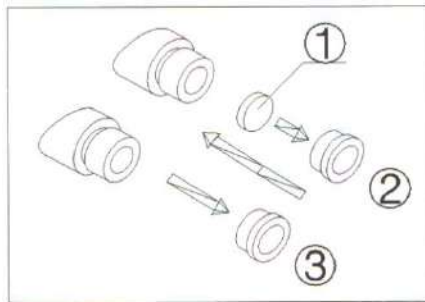

Рисунок 5
1. Снимите с окуляра прижимное кольцо (см. рисунок 5).
2. Очистите визирную сетку (1). Установите сетку стороной с риской вниз и поместите нажимное кольцо, как показано на рисунке 5.
3. Плотно закрутите визирную сетку с нажимным кольцом (2) в окуляр.
4. При необходимости разбора визирной сетки, выкрутите из окуляра нажимное кольцо (3), вытащите визирную сетку и оберните её в чистую бумажную салфетку для хранения.